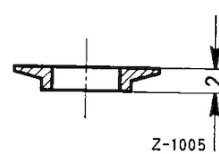

Bild 01-1/8
Anm.: Zur Vermeidung von Start- und Fahrageln wurde die Dichtung (4) zwischen Düsenhalter und Vorkammer (siehe Bild 01-1/9) geändert. Die neue Dichtung Teil-Nr. 636 017 01 20 (Bild 01-1/8) mit einer Gesamthöhe von 2 mm ist um 2 mm niedriger als die 1. Ausführung nach Teil-Nr. 312 017 04 20 (Bild 01-1/7) und wird heute in die Motoren OM 621 und OM 636 aller Baumuster serienmäßig eingebaut.